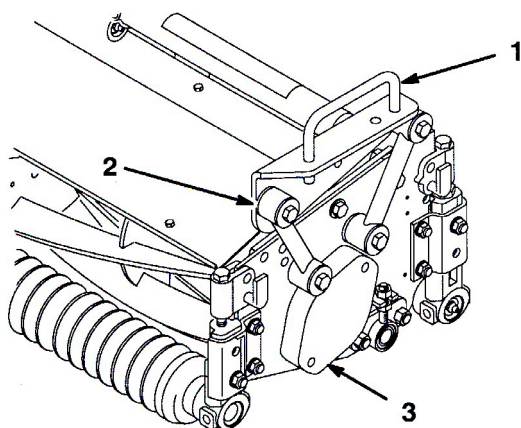
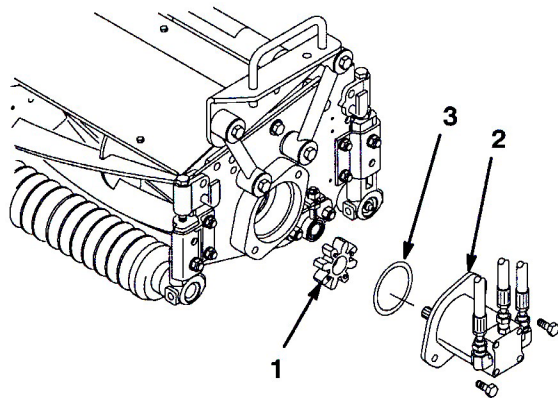

図 3
図 7
2. キャリア・フレームを、各カッティングユニットの取り付け穴に合わせる (図 3)。
2. 右側カッティングユニットの内側端部からベアリング・ハウジングのカバー (図 3) を取る。そのカバーとガスケット (カッティングユニット付属部品) を外側に取り付ける。ベアリング・ハウジングからスパイダ・カップリング (図 7) を取り出す。
3. 駆動モータのフランジに O リング (カッティングユニットの付属部品) を取り付ける (図 7)。
4. モータとスパイダ・カップリングをカッティングユニットの駆動側に取り付け、カッティングユニットに付いているキャップスクリュー (2個) で固定する (図 7)。